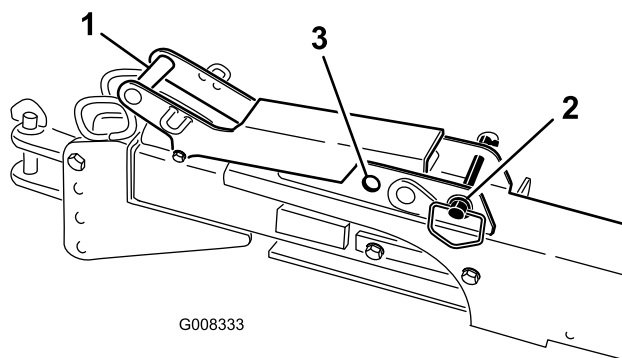

図 21
- ・ ラッチ・ハンドルのピンが「ロック解除位置」(後ろ位置)にあることを確認する (図 21)。
注 ヒッチが伸びた状態で、ラッチ・ハンドルのピンを前位置（ロック位置）に移動させてヒッチ・アセンブリをロックする (図 21)。